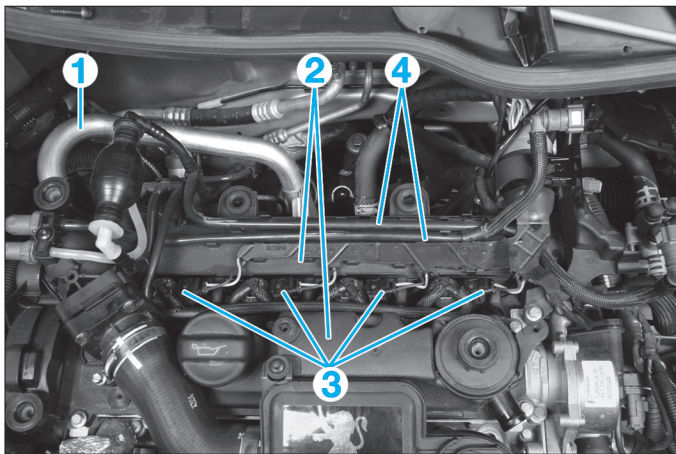
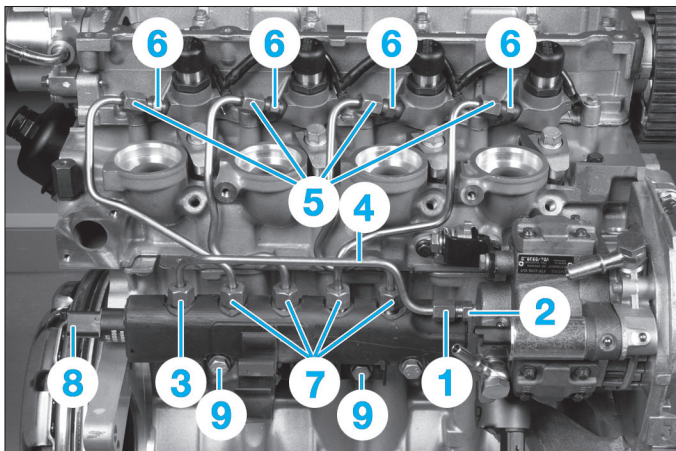
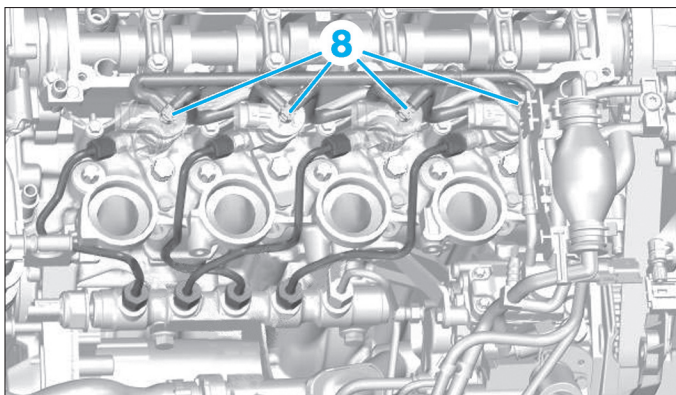

Fig. 32
Fig. 33
Fig. 34
- le tube EGR (1) (Fig.32),
- le système d'admission (2).
- Débrancher les connecteurs (3) des injecteurs.
- Écarter les tuyaux d'alimentation et retour carburant (4).
- le raccord (1) tout en maintenant l'embout (2) (Fig.33),
- le raccord (3) d'entrée de rampe.
- Déposer le tuyau (4).
- les raccords (5) tout en maintenant les embouts (6),
- les raccords (7).
- Débrancher le capteur haute pression (8).
- les fixations (9) de la rampe.
- Désaccoupler les tuyaux de retour carburant (8) (Fig.34).